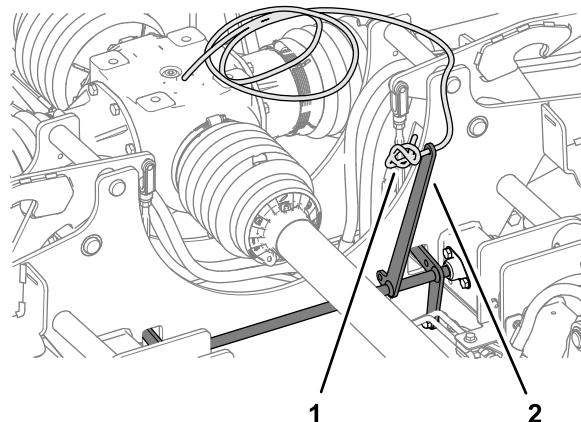

Bild 11
1. Führen Sie das Ende des Sicherungsseils des Mähwerks durch das Loch im Sperrhebel und knoten Sie das Seil gut fest (Bild 11).